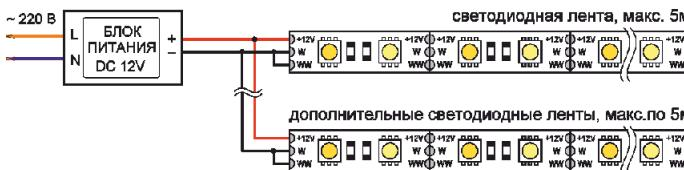
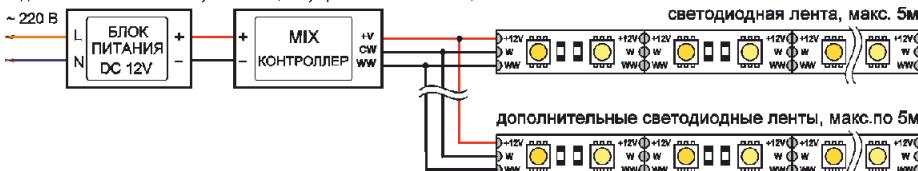

Рис.1. Прямое подключение ленты к блоку питания (без управления оттенком).
Рис.2. Подключение ленты с использованием MIX контроллера
- Проверьте совместную работу светодиодов, подключив оба канала к клемме «-» блока питания (см. Рис.1).
- Подключите ленту согласно используемой схеме (см. Рис.1 или Рис.2). Стого соблюдайте полярность +/- . Информацию о подключении и использовании MIX контроллера смотрите в документации к контроллеру.